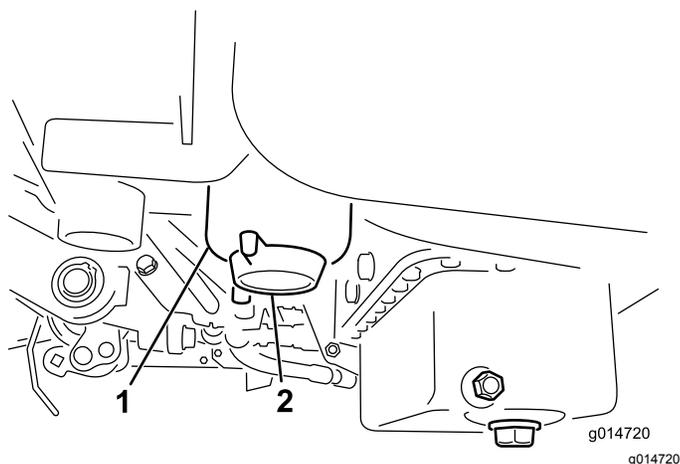

図 32
3. 燃料フィルタについているドレンプラグを1回転ほど開き、内部にたまっている異物を流し出す 図 32。